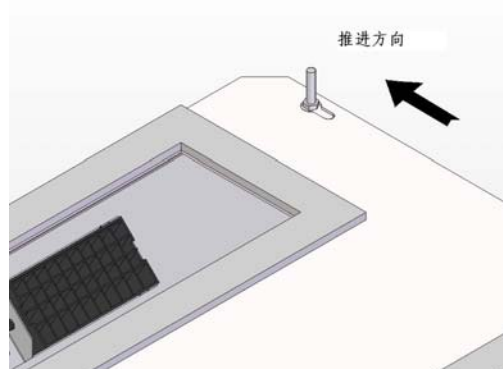

图 8 推进卡位前
- (1) 根据安装孔为在车辆内顶面预埋螺纹，预埋 M6 的螺纹，安装孔位置见附录 4；
- (2) 根据图示将送风口的螺钉预装，保持螺钉底部和车辆顶面足够的空间，并将内机对准该对应孔（见图 8），后面 6 个顶面安装孔位将自动出现。